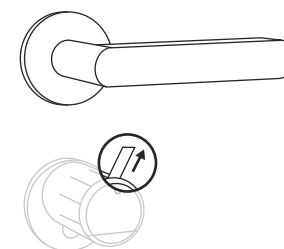

Fig. 7
- 7 Si vous ne l'avez pas encore fait, retirez la bande de protection des batteries du compartiment des piles sur le bouton intérieur (Fig. 7).